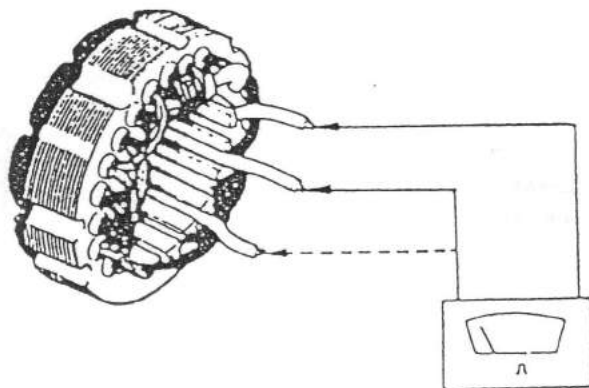

Fig. 10.48
- 1.- Conecte un ohmetro entre dos de las tres conexiones del devanado del estator. (Fig. 10.48)